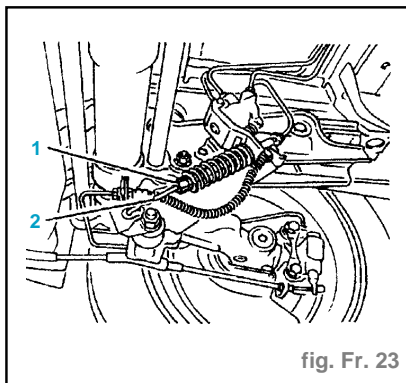

fig. Fr. 23
- Desserrer l'écrou (1) (fig. Fr. 23).
- Déplacer la coupelle (2) pour obtenir la pression de freinage.
- Resserrer l'écrou (1).